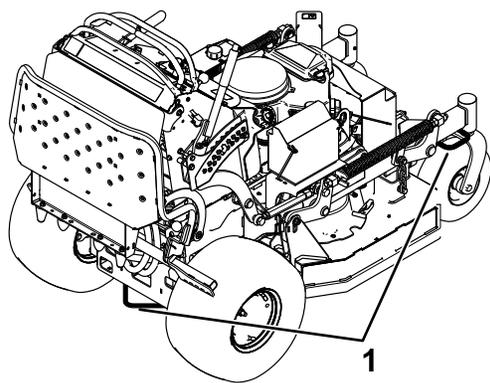

Рисунок 26
7. С помощью строп, цепей, тросов или канатов закрепите машину в точках, расположенных рядом с передними поворотными колесами и на заднем бампере (Рисунок 26). Изучите местные нормативные документы по требованиям к креплению оборудования.